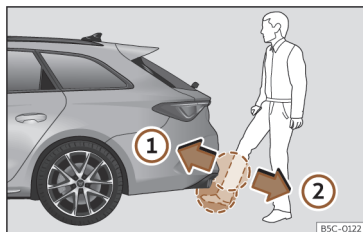

Fig. 78 Hayon du coffre à bagages à ouverture contrôlée par capteur (Easy Open).
- Approchez rapidement votre pied et le bas de votre jambe le plus près possible du pare-chocs. Le bas de la jambe doit s'approcher de la zone du capteur supérieur et le pied de la zone du capteur inférieur >>> **fig. 78 ①**.
- Retirez rapidement votre pied et le bas de votre jambe de la zone des capteurs >>> **fig. 78 ②**. Le hayon arrière s'ouvre automatiquement.